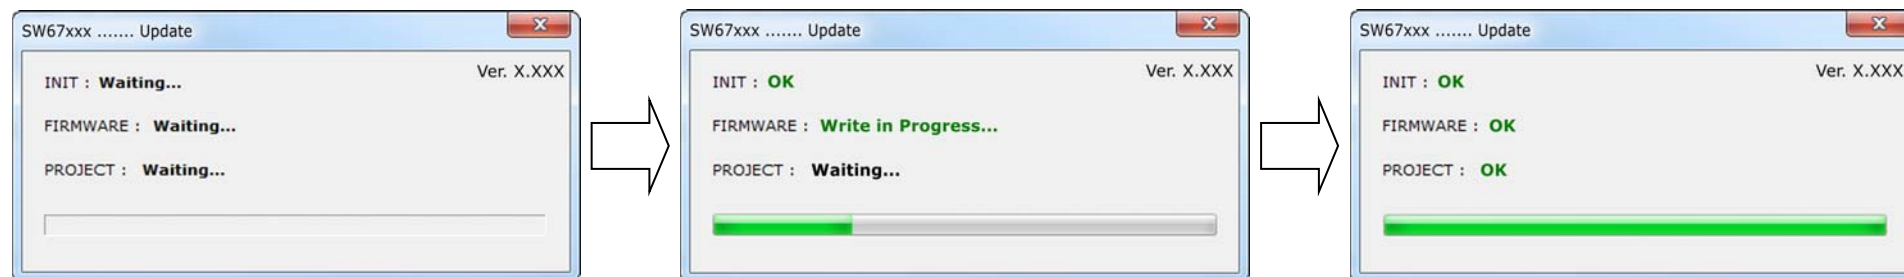

Abb. 17: Updatevorgang
- ➔ Nach erfolgreichem Updatevorgang (Abb. 17), schalten Sie das Gerät aus.
- ➔ Nach erfolgreichem Updatevorgang (Abb. 17), läuft das Gerät automatisch mit den neuen Parametern im RUN-Modus weiter.